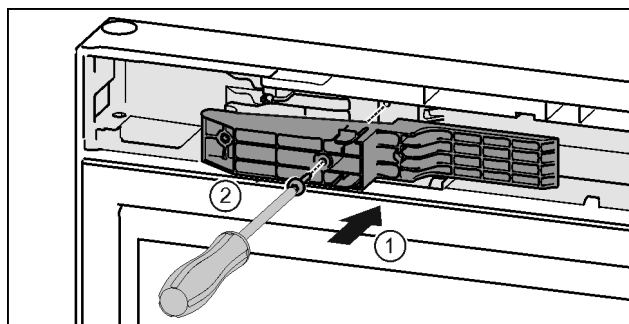

Fig. 48 *
- ▶ Placer l'adaptateur dans la fente sur le côté de la poignée. Fig. 48 (1)*
- ▶ Serrer les vis avec un tournevis T15. Fig. 48 (2)*